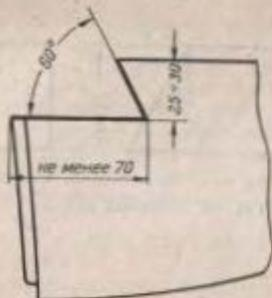
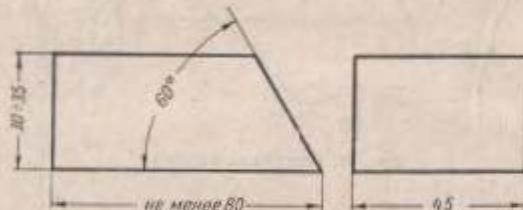
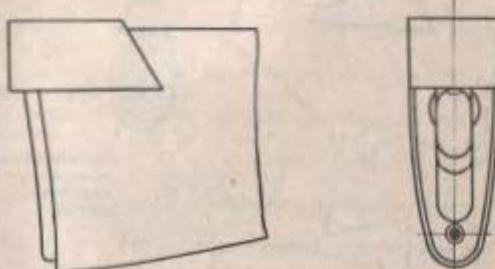
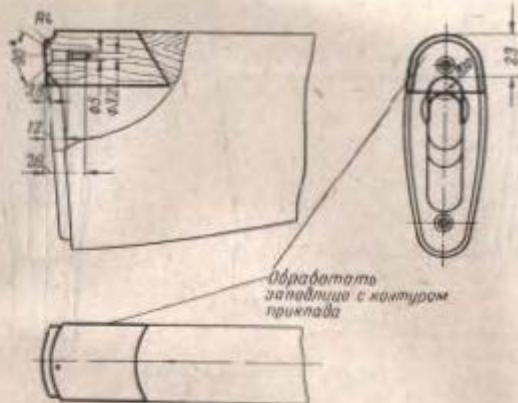

Рис. 92. Разделка паза для склейки
Рис. 93. Заготовка вклейки
Рис. 94. Поставка вклейки
Рис. 95. Обработка вклейки
(1) При наличии трещины или откола верхней задней части приклада разделать паз для вклейки (рис. 92), изготовить вклейку (рис. 93), поставить ее на клею в паз (рис. 94) и обработать (рис. 95).